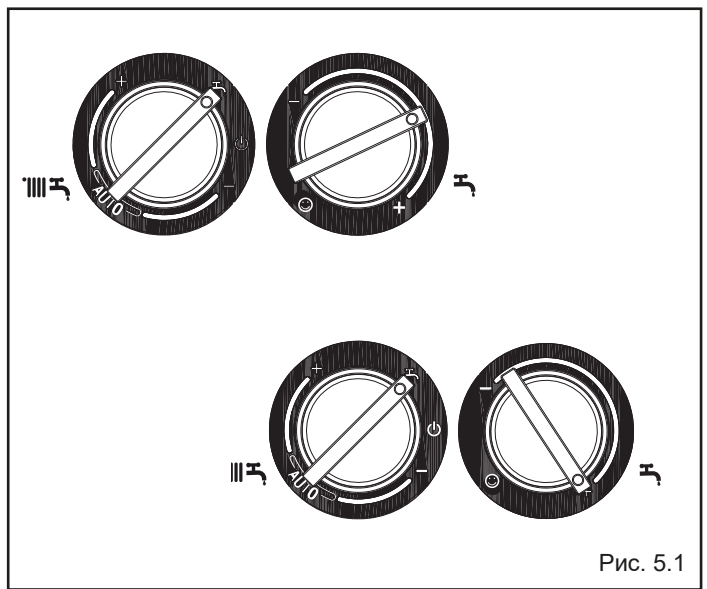

Рис. 5.1
- установите переключатель режимов работы режим «лето» «☀» (рис. 5.1)
- установите регулятор температуры в контуре ГВС (рис. 5.1) на максимальное значение.
- Откройте кран подпитки (находится вне котла) и держите его открытым до тех пор, пока давление не поднимется до уровня от 1 до 1,5 бар (рис. 5.1а).
Рис. 5.1а